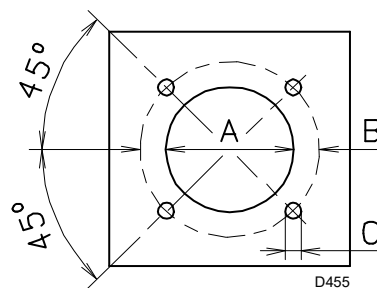

Fig. 14
Forare la piastra di chiusura della camera di combustione come in Fig. 14 (Tab. J) La posizione dei fori filettati può essere tracciata utilizzando lo schermo termico a corredo del bruciatore.
- Infilare tutto il bruciatore sul foro caldaia, precedentemente predisposto (Fig. 14), e fissare con le viti date a corredo.